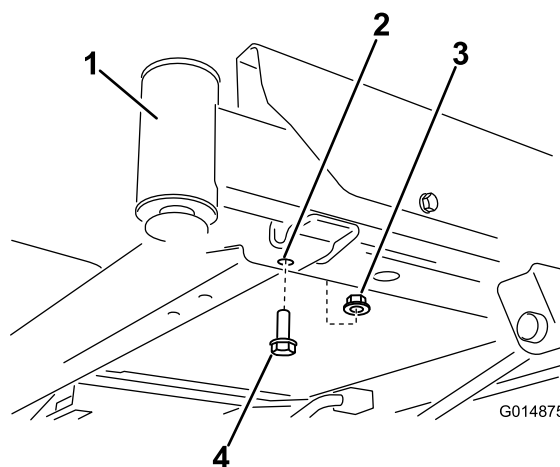
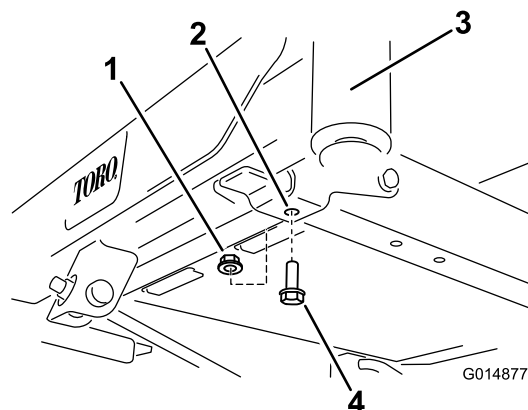

Figura 3
Figura 4
1. Localice los pernos delanteros en la parte inferior del bastidor (Figura 3 y Figura 4).